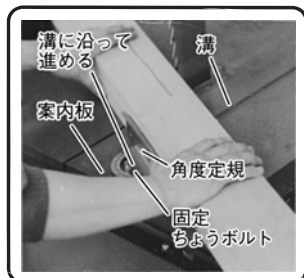

図 35
木材を斜めにのこ挽きしたい場合は、別売部品の角度定規セットを用いると簡単に作業を行なうことができます。(図35)
(2) 案内板の固定ちょうボルトをゆるめ、案内板を角度挽きする角度に調整します。(図35)
(3) テーブルに設けられた溝にそって角度定規を進めることにより、簡単に角度挽き作業ができます。